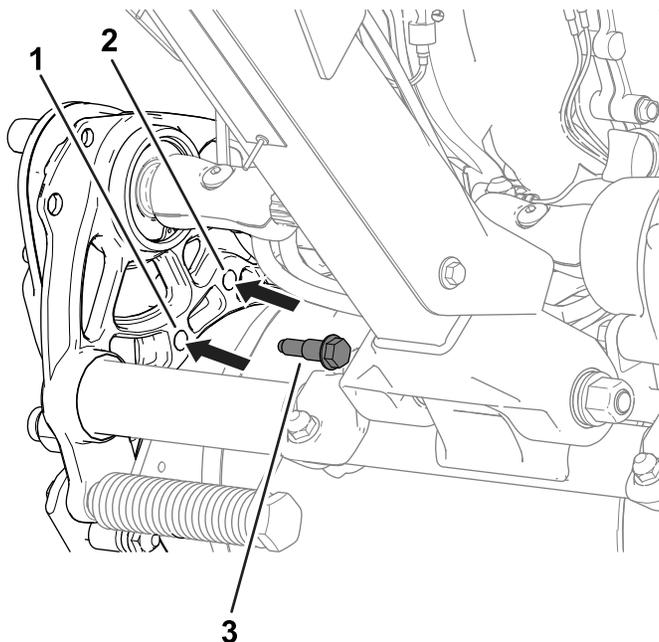

Figure 19
2. Déposez les boulons à épaulement (Figure 19) de chaque côté de la machine, qui fixent le carter d'entraînement du tambour au châssis.
4. Servez-vous des boulons à épaulement précédemment retirés pour fixer le carter d'entraînement au châssis (Figure 19).